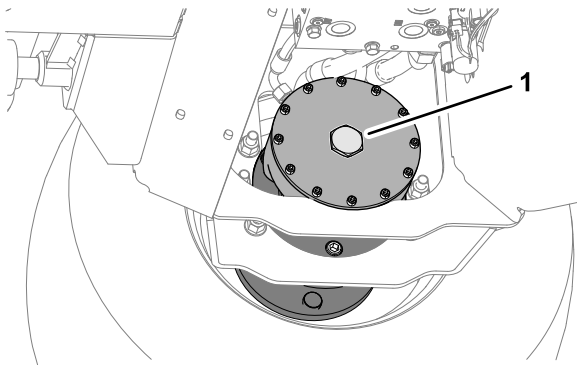

Figure 46
- Remettez en place le bouchon hexagonal dans la plaque d'extrémité du moteur (Figure 46).